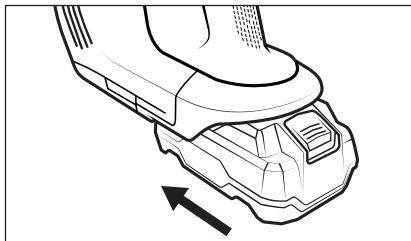

Fig. 3
- Infilare una batteria della Serie X 20 V TEAM (vedere capitolo **Informazioni sulla batteria**) nell'apposita sede 1 finché non si innesta nell'apparecchio con un clic (vedere fig. 3).